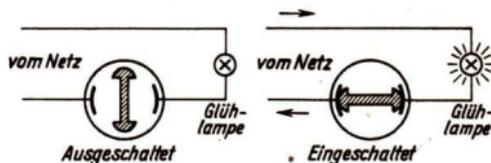

Abb. 243 Der Drehschalter
**3. Wir schalten das Licht ein!** Der elektrische Strom soll nur dann fließen, wenn er gebraucht wird. Zum Ein- und Ausschalten verwenden wir *Dreh-, Kipp-, Zug- und Druckschalter*. Stelle fest, mit welcher Art von Schaltern die Lampen und elektrischen Geräte in eurer Wohnung ausgerüstet sind! Erkläre den Schaltvorgang nach Abb. 243! — Woraus besteht die Schutzkappe, von der die stromführenden Teile des Schalters verdeckt werden? — Warum ist es gefährlich, beschädigte Schalter weiter zu benutzen? — Meist ist es nicht erforderlich, daß alle Lampen